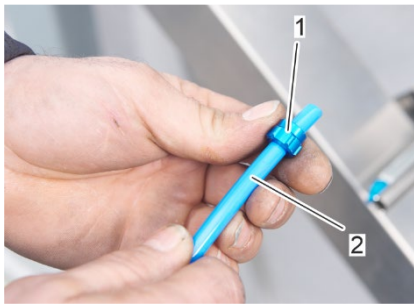

Abbildung 60: Überwurfmutter auf den Druckluftschlauch schieben
3. Schieben Sie die Überwurfmutter (Abbildung 60/1) auf ein Ende des Druckluftschlauches (Abbildung 60/2).